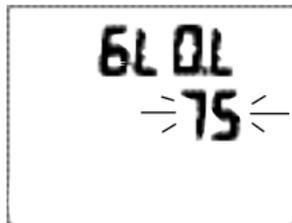

Fig. 18 - AJUSTE NIVEL
**Ajuste del nivel de iluminación;** ésta es la información mostrada (Fig. 18):